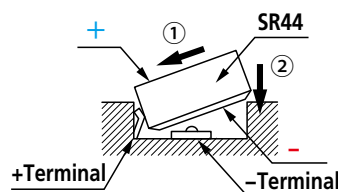

Fig. 1
5. Instale un batería SR44 (**Código No.938882**) con el lado positivo hacia arriba. (**Fig. 1**)